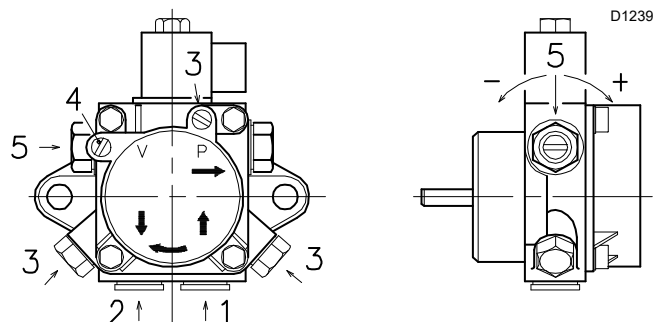

Fig. 22
Légende (Fig. 22)
- Pour que la pompe puisse s'auto-amorcer, il est indispensable de desserrer l'une des vis 3)(Fig. 22) de la pompe pour vider l'air contenu dans le tuyau d'aspiration.